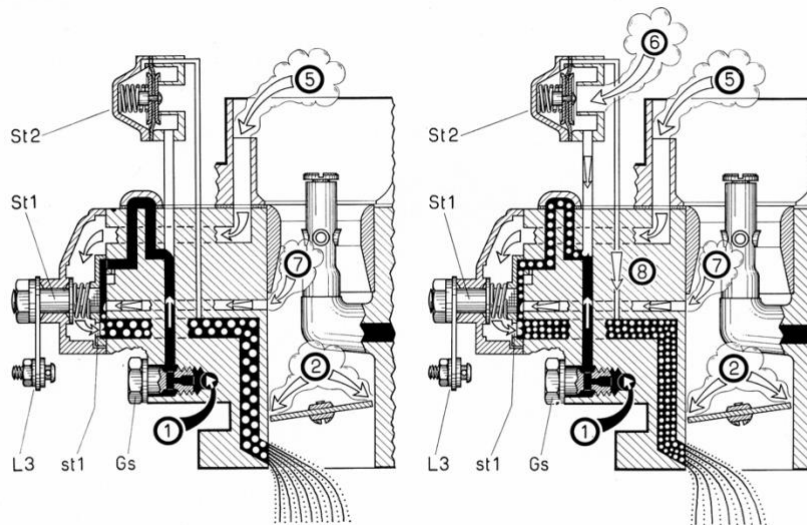

Abb. 4 Wirkungsweise beim Kaltstart
### 1. Start (Abb. 4–7)
Wenn der Starterknopf an der Instrumententafel ganz herausgezogen wird, ist die Startvorrichtung auf **Kaltstart** gestellt (Abb. 4). Der beim Anlassen entstehende Unterdruck wirkt sich, da die Drosselklappe nahezu geschlossen ist, auf die Austrittsöffnung des Startsystems unter der Drosselklappe aus. Dadurch wird der in diesem bereitstehende Kraftstoff und der durch die **Starterkraftstoffdüse** (Gs) nachfließende Kraftstoff (1) angesaugt. In dem Mischraum der **Starterscheibe** wird der Kraftstoff mit der durch eine kalibrierte Bohrung (st 1) eintretenden Starterluft (5) und außerdem noch mit einem Luftzusatz (7), der durch einen Kanal aus der Mischkammer eintritt, zu einem Bläschengemisch vermischt. Im Saugkanal wird dann aus dieser sehr kraftstoffreichen Startemulsion und der durch den Drosselklappenspalt einströmenden Luft (2) das Startgemisch gebildet, das einen einwandfreien Start auch bei niedrigen Temperaturen gewährleistet.